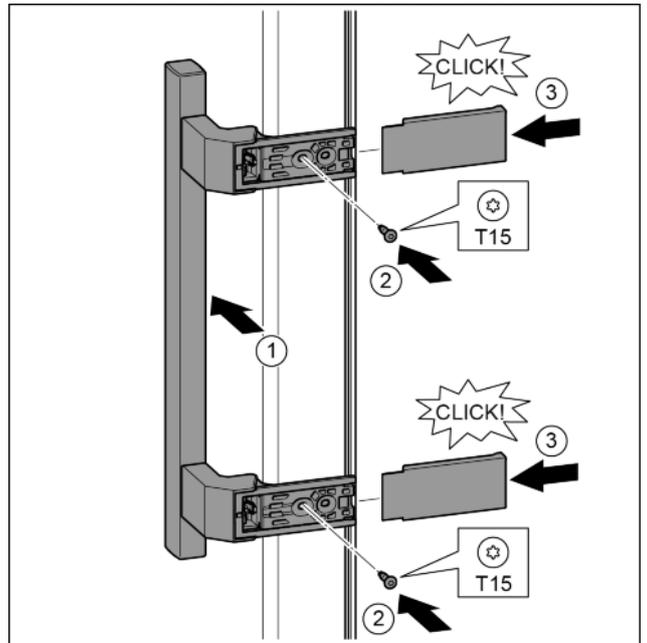

Fig. 34
- ▶ Poser la poignée sur le côté opposé. *Fig. 34 (1)*
- ▶ Serrer les vis avec un tournevis T15. *Fig. 34 (2)*
- ▶ Mettre en place les caches latéralement et les encliquer. *Fig. 34 (3)*